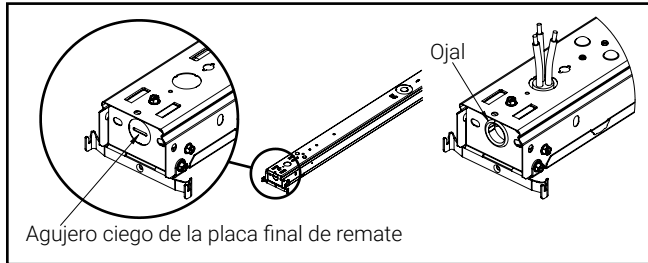

Figura 20
1. Rompa el agujero ciego en la placa final de remate, inserte el ojal en dicho agujero ciego. Pase el cable del sensor a través del agujero ciego y conéctelo al sensor. (Figura 20)